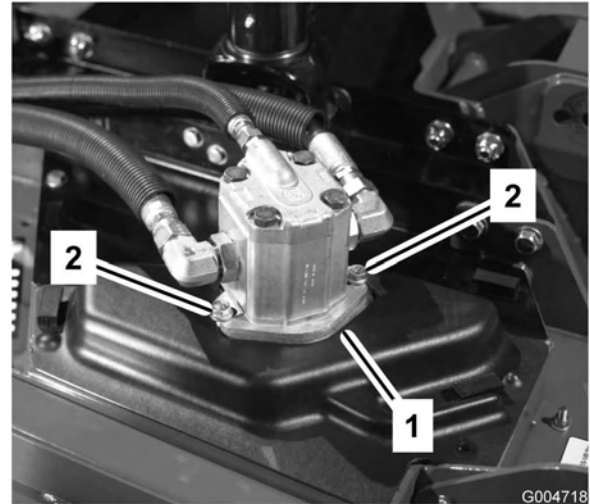

Figure 66
4. Enlevez les boulons qui fixent le moteur hydraulique au plateau de coupe (Figure 66). Soulevez le moteur et placez-le sur le dessus du plateau de coupe.